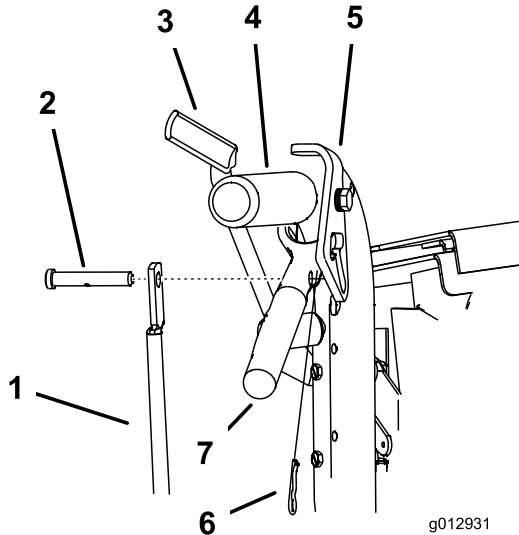

Figure 18
1. Retirez les goupilles fendues et les axes de chape des leviers de déplacement et des verrous du point mort (Figure 18).
5. Ajustez la longueur de la tige de commande en la tournant dans sa fixation (Figure 18).
6. Posez une goupille fendue entre les leviers de déplacement et les verrous de point mort, et dans les axes de chape (Figure 18).